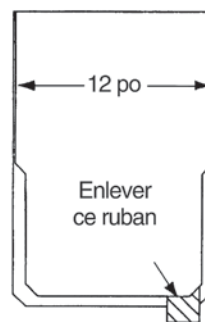

Figure 15-14 : Shangle Ridge®.
5. Avant de clouer les pièces, ne pas oublier de retirer le ruban qui protège l'adhésif entre les deux couches du bardeau (Figure 15-14).